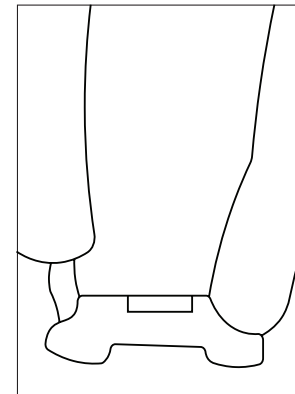

Fig. 6
1. Retirez la protection en plastique de la patte d'oie de l'axe d'expédition en métal (**Fig. 6**).